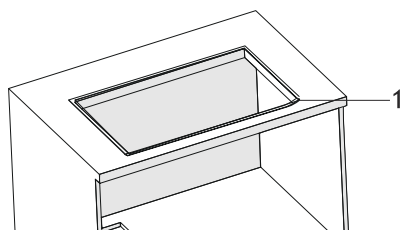

Fig. 14
- Följ måtten när du förbereder för montering (Fig. 14).
- 1- ➡ Lägg nu tätningslistan runt om i bordsskivans utskurna hål (Fig. 14).